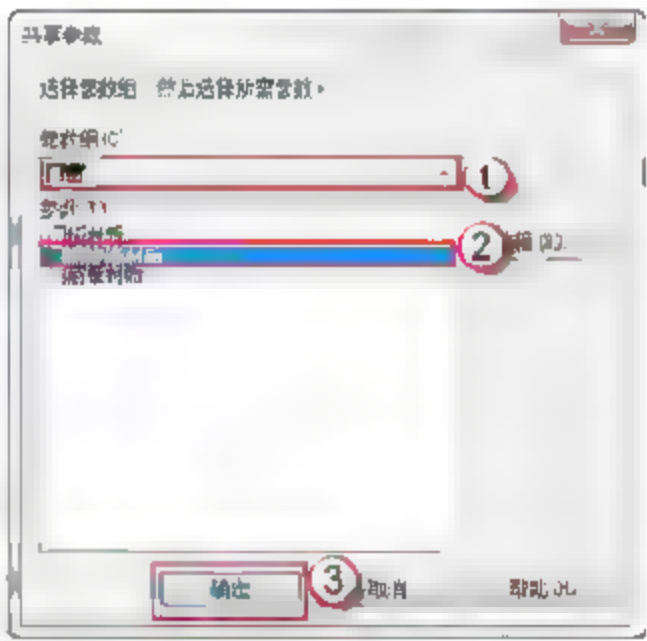

图 7.2.11 编辑 MQ6596 幕墙窗户玻璃材质
(10) 添加 MQ6596 幕墙窗户玻璃材质。选择 MQ6596 幕墙窗户玻璃，在 MQ6596 幕墙窗户玻璃的“属性”面板中，单击“材质和装饰”栏“材质”右侧的空白按钮，弹出“关联族参数”对话框，单击“添加参数 (D)”按钮，弹出“参数属性”对话框，选中“共享参数”单选按钮，单击“确定”按钮，弹出“共享参数”对话框，在“参数组 (G)”中选择“门窗”选项，在“参数 (P)”中选择“门窗玻璃材质”选项，单击“确定”按钮，如图 7.2.11 所示。